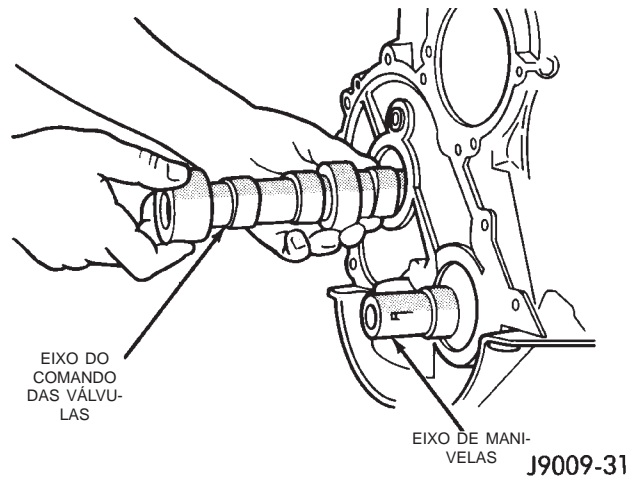

Fig. 48 Eixo de Comando das Válvulas
- (5) Faça uma marca na carcaça do distribuidor próximo ao grampo e continue a marcar o bloco do cilindro na linha com a marca do distribuidor.
- (6) Para uma instalação fácil, anote a posição do rotor e da carcaça do distribuidor em relação aos componentes adjacentes do motor.
- (7) Remova os fios do distribuidor e da ignição.
- (8) Remova a tampa do cabeçote de cilindros do motor.
- (9) Remova os braços do balancim, as pontes e os pivôs.
- (10) Remova os tuchos.
- (11) Remova os tuchos da válvula hidráulica do cabeçote de cilindros do motor.
- (12) Remova o abafador de vibração.
- (13) Remova a tampa da caixa de regulagem.
- (14) Remova a corrente de distribuição e as rodas dentadas.
- (15) Remova o eixo de comando das válvulas (Fig. 48).
- (1) Verifique se há desgaste nos lóbulos do came.
- (2) Verifique se há acabamento ou padrão de uso irregular nos munhões.
- (3) Verifique se há desgaste nos rolamentos.
- (4) Verifique se há desgaste na engrenagem de acionamento do distribuidor.
- (5) Se o eixo de comando das válvulas estiver raspando na tampa da caixa de regulagem, examine os orifícios de alívio de pressão do óleo na traseira do munhão do came. Os orifícios de alívio de pressão do óleo devem estar livres de resíduos.
- (6) Lubrifique o eixo de comando das válvulas com Mopar® Engine Oil Supplement, ou equivalente.
- (7) Instale cuidadosamente o eixo de comando das válvulas para evitar danificar os rolamentos do eixo de comando das válvulas. (Fig. 48).